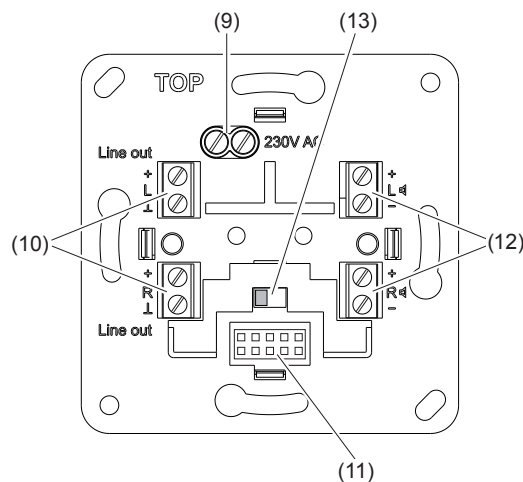

Bild 2: Anschlüsse
- Betriebsspannung an die Klemmen 230 V AC (Bild 2, 9) anschließen.
- Lautsprecher an die Klemmen □ (Bild 2, 12) anschließen.
- Gegebenenfalls Betriebsart **Stereo** bzw. **Mono** über Umschalter (Bild 2, 13) einstellen.
- ① Bei Anschluss von nur einem Lautsprecher bzw. einkanaligen Audio-Geräten wird der Mono-Betrieb empfohlen. Bei Schalterstellung **Mono** liegt an den Ausgängen ein Mono-Summensignal an.
- Externes Gerät an die Klemmen **Line out** (Bild 2, 10) anschließen. Für störungsfreie Audio-Übertragung geschirmte Leitungen verwenden. Den Schirm mit der Klemme ⊥ entsprechend der Klemmenkennzeichnung verbinden.